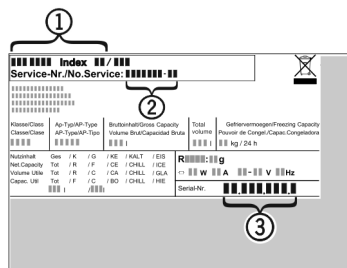

Fig. 35
- ▶ Z typového štítku odčítajte označenie zariadenia Fig. 35 (1), servisné č. Fig. 35 (2) a sériové č. Fig. 35 (3). Typový štítok je na ľavej vnútornej strane zariadenia.
- ▶ Upovedomte zákaznicky servis a oznámte chybu, označenie zariadenia Fig. 35 (1), servisné č. Fig. 35 (2) a sériové č. Fig. 35 (3).